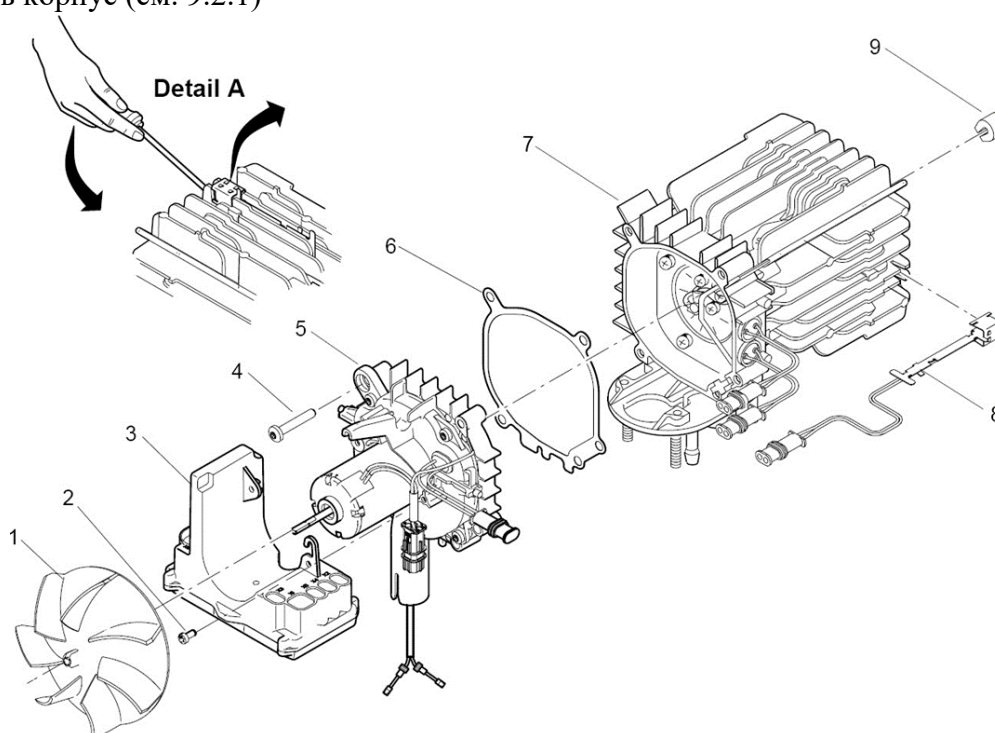

Рис. 902 Разборка отопителя
1. Блок управления (3, Рис. 902) привести в установочное положение и зафиксировать винтами (2)
3. Крыльчатку нагнетателя воздуха (1) надеть на вал мотора. Осадить её до щелчка фиксаторов в канавку на валу.
3. Снять термоизоляционные проставки с теплообменника (9, Рис.902)
4. Отключить разъём X5 от блока управления (3)
1. Произвести проверку датчика перегрева (8, Рис.902) (см 6.3.3)
2. Привести датчик (8) перегрева в установочное положение и вставить с усилием от руки.